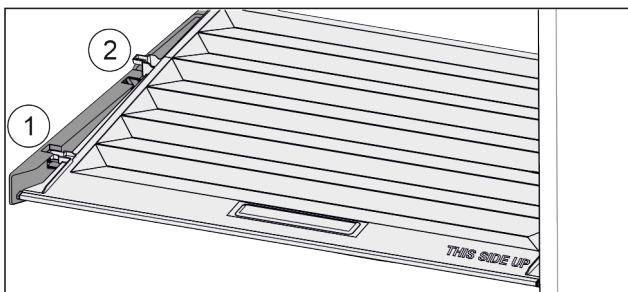

Fig. 147
- ▶ Trekk dekselet til åpningen i holdedelene fremover Fig. 147 (1).
- ▶ Løft ut nede bak og ta opp og ut Fig. 147 (2).